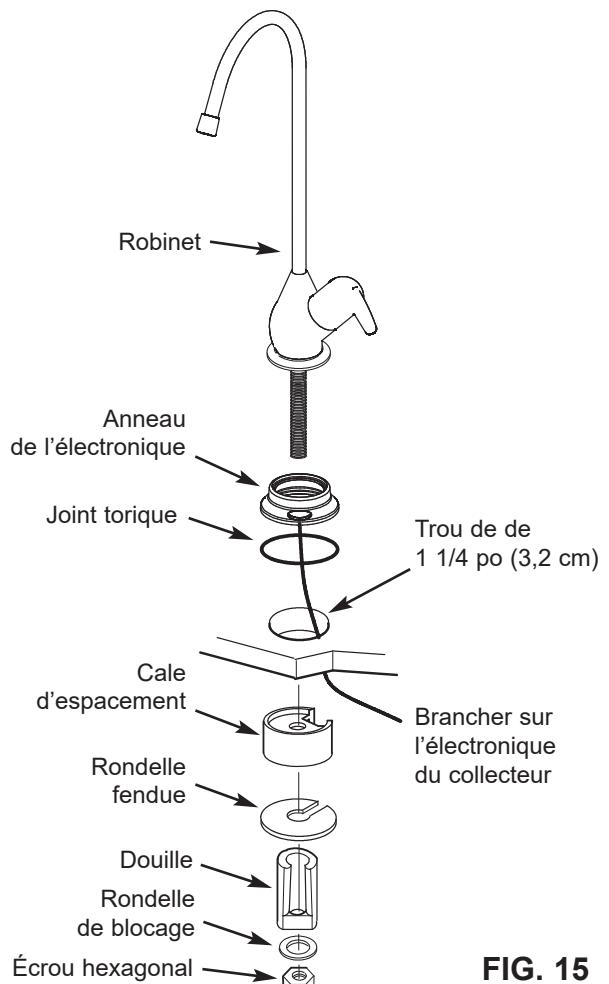

FIG. 15
1. Repérez et organisez les pièces du robinet d'osmose inversée. Voir la figure 15.
2. Engagez le joint torique dans la gorge inférieure de l'anneau d'électronique, puis glissez l'anneau sur la tige du robinet. Le fil de l'anneau doit passer dans le trou de l'évier ou du comptoir et, au besoin, dans le trou de la cale d'espacement. Voir la figure 15.